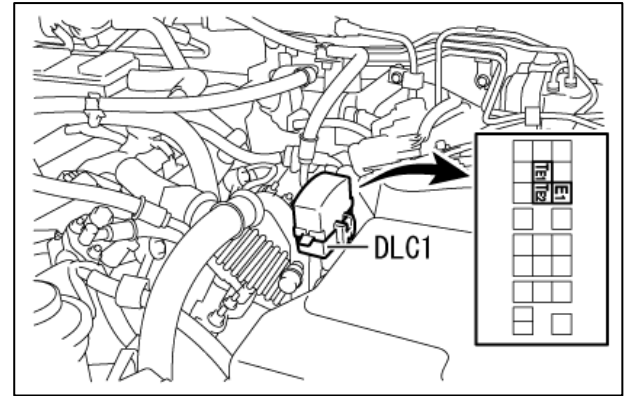

図7
(図7参照)
e. DLC1 の TE1、TE2 および E1 端子を短絡してあることを確認する。(図7参照)